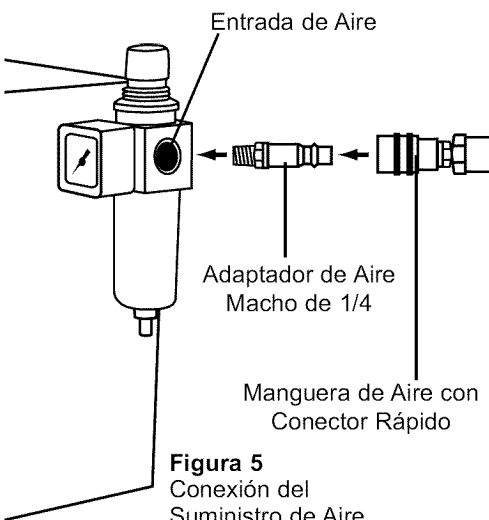

Figura 5
3. Fije la manguera de aire (con el conector rápido) al acoplador macho de 1/4 de pulgada. Asegúrese de que la manguera de aire esté completamente insertada en el acoplador antes de soltarla. (Ver Figura 5)